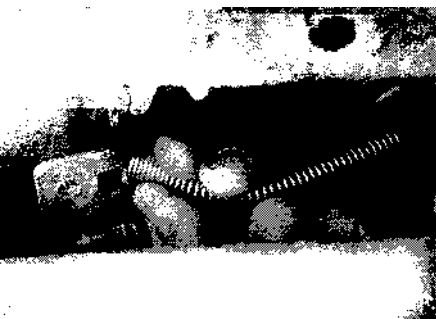

Рис. 15.4. Под автомобилем снимите возвратную пружину и передний трос ручного тормоза
- 4 Желательно снять компоненты выхлопной системы в районе крепления троса к рычагу ручного тормоза. Снимите возвратную пружину и передний трос ручного тормоза (см. рис. 15.4).